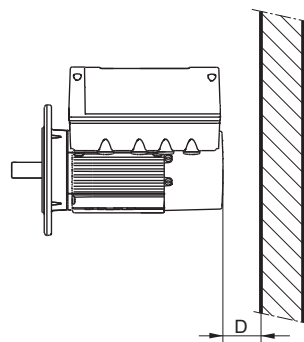

Рис. 10 Минимальное расстояние (D) от электродвигателя до стены или других неподвижных объектов
Для обеспечения достаточного охлаждения электродвигателя расстояние (D) между торцом кожуха вентилятора и стеной или другими неподвижными объектами должно составлять минимум 50 мм независимо от размера электродвигателя. См. рис. 10.